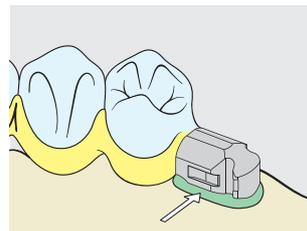

Fig. 6
**Hinweis:** Damit der funktionelle Teil der Matrize nicht beschädigt wird, sollte die Transferachse (Best.-Nr. 07000042) zum Schutze montiert werden. Die zu klebenden Oberflächen mit dem Dampfstrahler gründlich reinigen und nicht mehr berühren. Vor dem Einkleben der Matrize die Innenseite der Matrize mittels Applikation von etwas Vaseline vor eindringendem Klebstoff schützen. Matrize montieren und Unterschnitte mit Wachs ausblocken (Fig. 6). Den Klebstoff auf beide zu klebenden Flächen blasenfrei in dünner Schicht auftragen und zusammenfügen. Weitere Angaben sind der Arbeitsanleitung des Klebstoffherstellers zu entnehmen.
Wir empfehlen, zur Erhöhung des Haltes im Prothesenkunststoff, vor dem Einpolymerisieren die Aussenfläche mit  $50\mu\text{m Al}_2\text{O}_3$  zu strahlen (funktionelle Anteile mit Transferachse schützen!), die gestrahlte Fläche gut zu reinigen und nicht mehr zu berühren. Vor dem Einbau in den Prothesenkörper die Innenseite der Matrize mittels Applikation von Vaseline vor eindringendem Kunststoff schützen. Matrize aufsetzen und Unterschnitte erneut mit Wachs ausblocken (Fig. 6). Kunststoffarbeit danach nach den bekannten zahntechnischen Richtlinien durchführen. Der für die Verarbeitung verwendete Friktions-Gleiteinsatz muss nach Fertigstellung durch einen Neuen ersetzt werden.